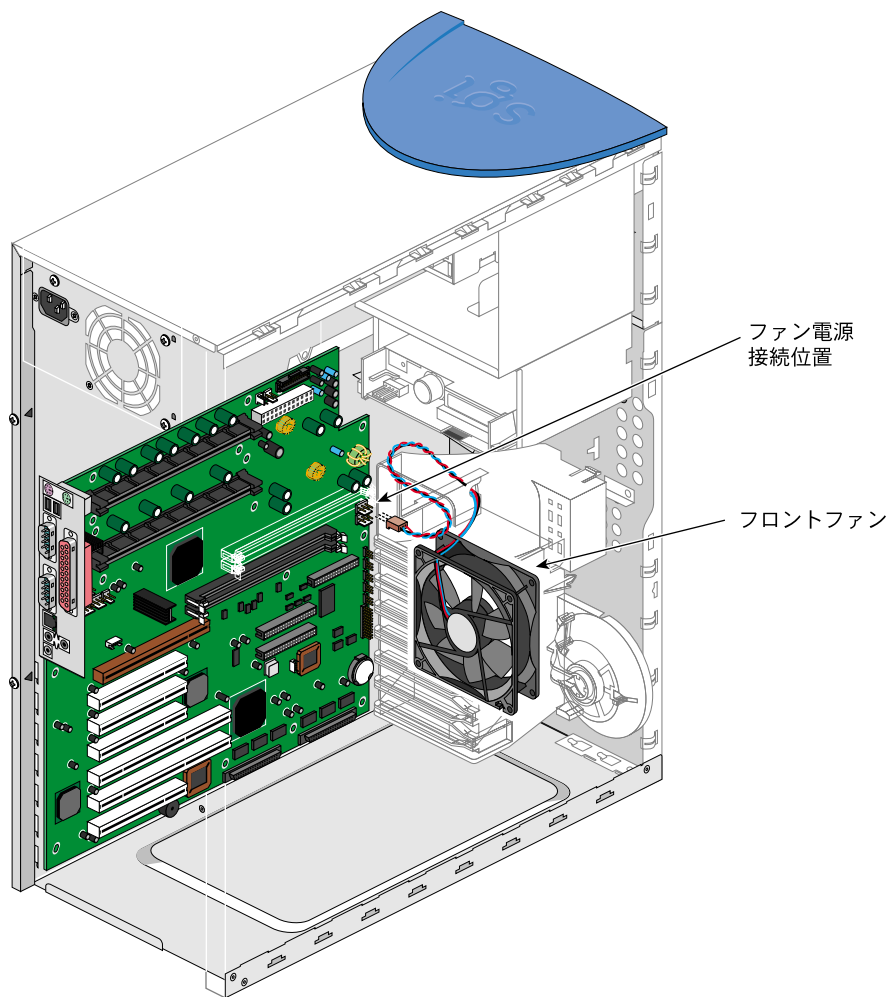

図2-23 フロントファンケーブルの接続
6. フロントファンケーブルを接続します。フロントファンケーブルの接続位置については、図 2-23 を参照してください。